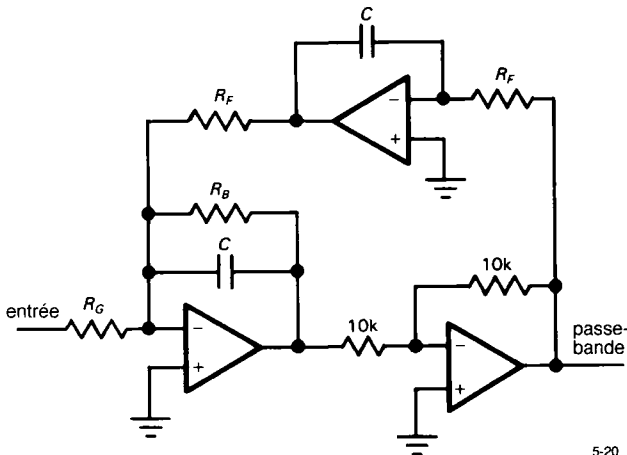

Figure 5.20 - Filtre actif *biquad*.
**Filtre *biquad*.** Un très proche parent du filtre actif programmable est le *biquad* illustré à la figure 5.20. Il utilise trois amplificateurs opérationnels et peut se construire au départ des circuits intégrés programmables dont nous venons de parler. Il offre la particularité intéressante d'autoriser le réglage (au moyen de  $R_F$ ) de sa fréquence d'accord tout en gardant constante  $LB$ , la largeur de bande (plutôt que la surtension). Voici les équations qui permettent de le calculer :